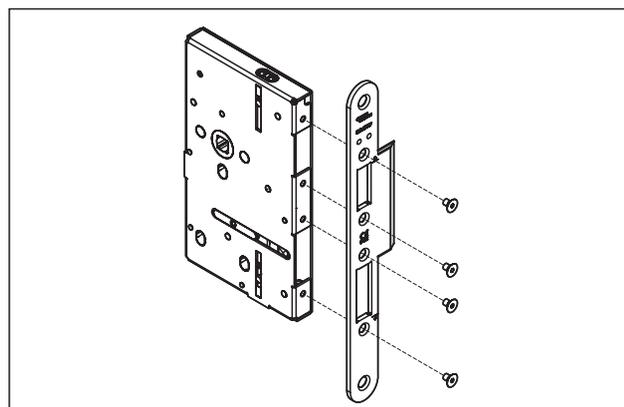

Abb. 36 Stulp anschrauben
2. Ggf. den Stulp, entsprechend der DIN-Richtung der Tür, mit 1,5 Nm an das Schloss schrauben (Abb. 36).